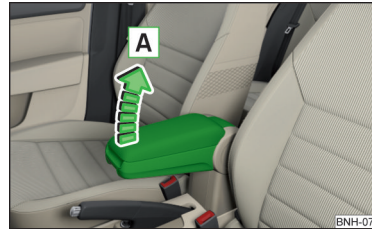

Abb. 72
- Zur **Höheneinstellung** die Armlehne in Pfeilrichtung **A** in eine der Raststellungen anheben » Abb. 72.